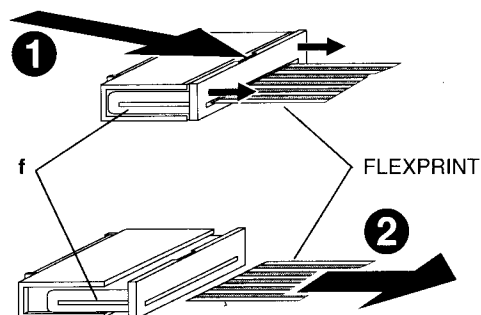

Abb. 4 Fig. 4
- Flexprinthalter **f**, unter dem Laufwerk, auf der Anschlußplatte **©** lösen (Abb. 4 - **1**).
- Flexprint aus Flexprinthalter ziehen (Abb. 4 - **2**).
- Open the flexprint holder **f** beneath the drive mechanism on the connecting board **©** (Fig. 4 - **1**).
- Pull the flexprint out of the holder (Fig. 4 - **2**).